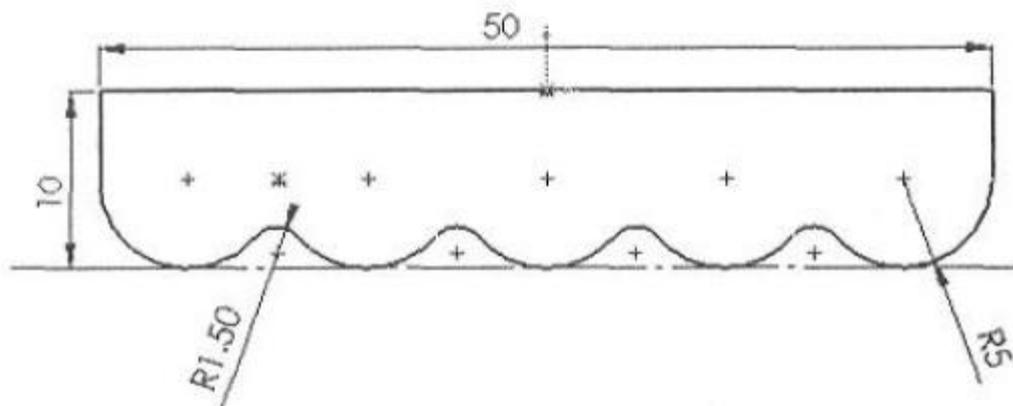

Рис. 4.14. Эскиз базового элемента
1. Создайте базовый элемент модели путем вытягивания профиля на заданное расстояние (рис. 4.14 и 4.15).
2. Используя инструмент Extruded Boss/Base (Вытянутая бобышка/основание), постройте эскиз базового элемента на передней плоскости. Добавьте требуемые связи и размеры на эскиз (рис. 4.14).